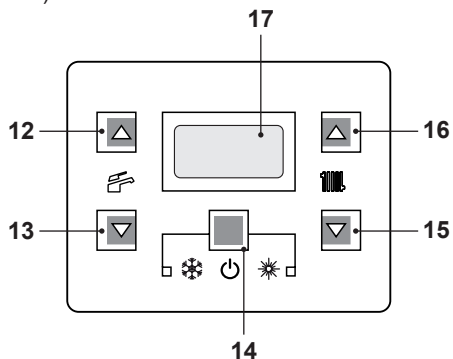
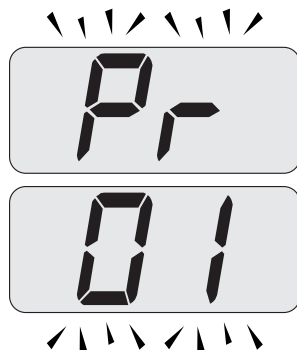

Figura 5.21
Figura 5.22
Per ottenere questo settaggio bisogna entrare in programmazione premendo contemporaneamente per 10 secondi i tasti 14 - 15 - 16 (Figura 5.21) fino a far apparire sul display LCD le lettere **Pr** che si alternano con il codice **01**, indicanti l'entrata nel "parametro 01" (Figura 5.22).
- Premere contemporaneamente i tasti 14 e 16 (Figura 5.21) fino a far apparire sul display LCD il valore del parametro 04 (Figura 5.24).
- Premendo il tasto 14 (Figura 5.21) si ottiene la conferma del valore inserito.
- Premendo contemporaneamente i tasti 14 e 15 (Figura 5.21) si esce senza modificare il valore (ritorno alla lista parametri (Figura 5.23).
- Premendo contemporaneamente per 10 secondi i tasti 14 - 15 - 16 (Figura 5.21) si esce dalla "modalità programmazione".